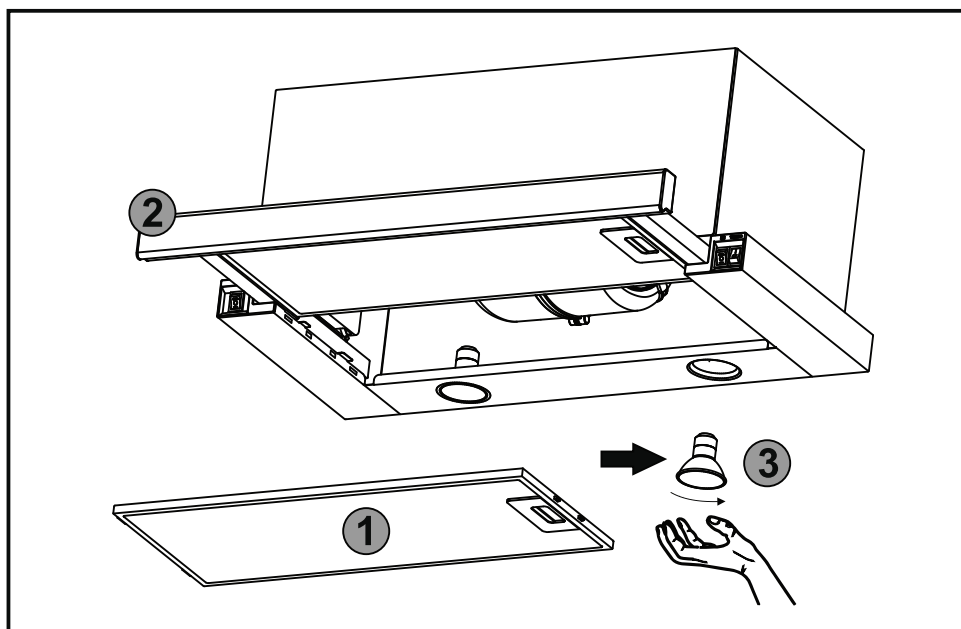

Рис.7
8.9 На вытяжке установлены **HALOGEN / LED** лампы подсветки рабочей зоны плиты. Перед началом замены ламп освещения необходимо отключить вытяжку от электросети, дать возможность охладеть лампам. Для замены лампы необходимо снять алюминиевый фильтр **1**, вытянуть шушляду выдвигающую **2**, отжать держателя патрона на себя, чтобы лампа **3** вышла из корпуса вытяжки, удерживая держателя патрона, слегка надавить на лампу в направлении патрона и, повернув ее против часовой стрелки, вынуть из корпуса вытяжки (**рис.7**).